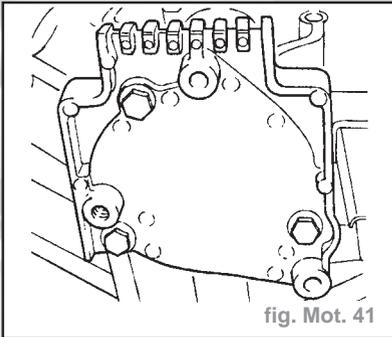

fig. Mot. 41
- Démontez la plaque support du carter d'arbre à cames (fig. Mot. 41).